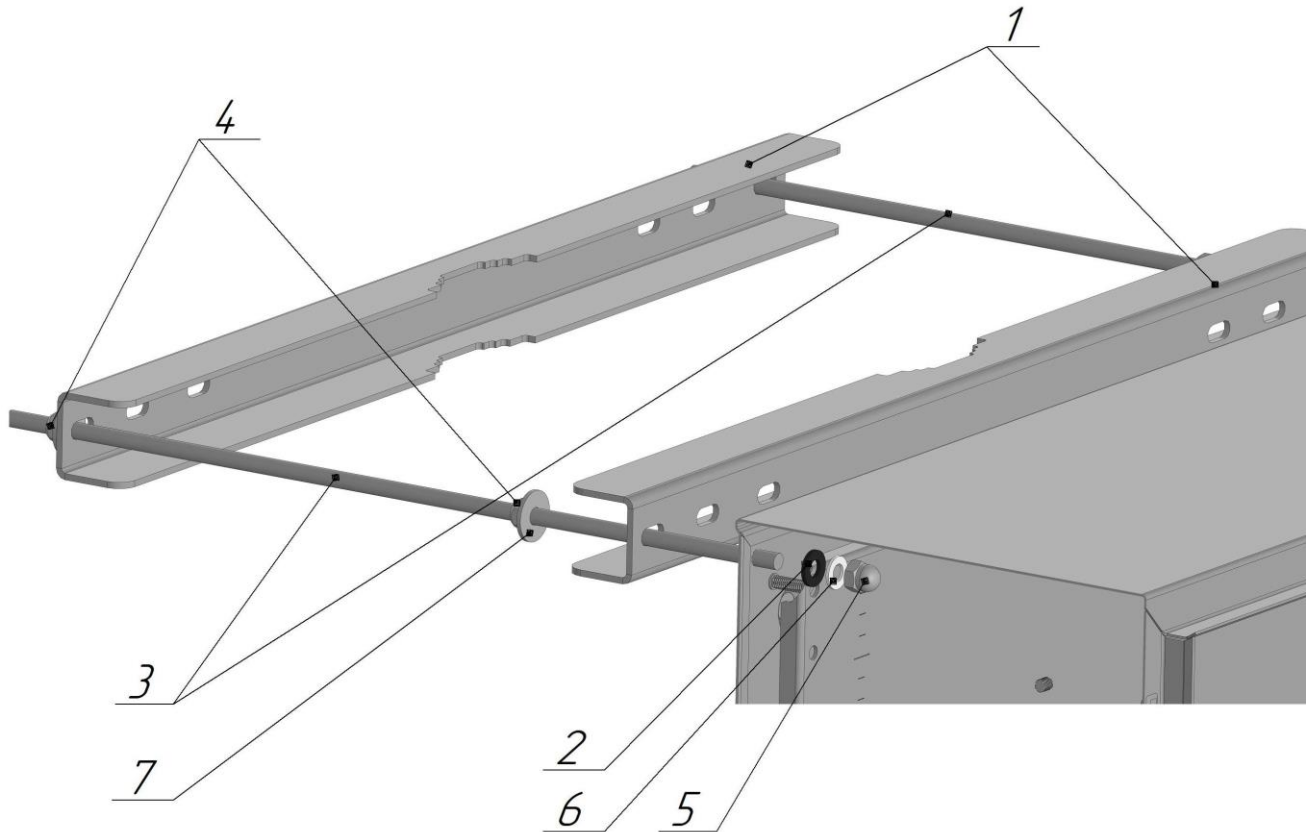

Рисунок 1 – Внешний вид крепления ТШ
- Шпильку (3) поместить в отверстие термошкафа. Изнутри термошкафа на шпильку поместить уплотнительное кольцо (2), шайбу полиамидную (6) и закрутить гайку колпачковую (5) до упора, рис.1.
- Круглую или квадратную опору поместить между кронштейнами (1), рис.1;
- В отверстия на кронштейне поместить шпильку (3) и закрепить шайбой (7) и гайкой (4), рис.1.